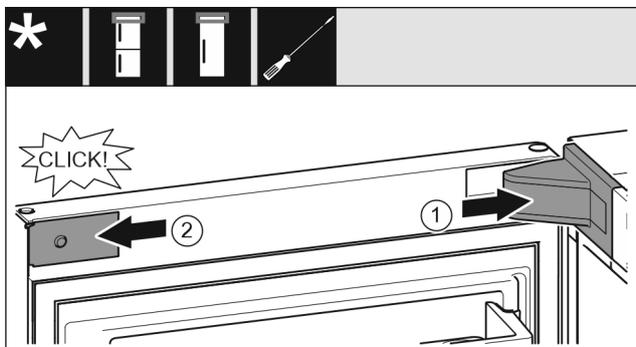

Fig. 35
- ▶ Mettre en place le couvercle du support de palier et l'enclencher. Au besoin, l'écartier avec soin. Fig. 35 (1)
- ▶ Placer le cache sur le côté et l'enclencher. Fig. 35 (2)